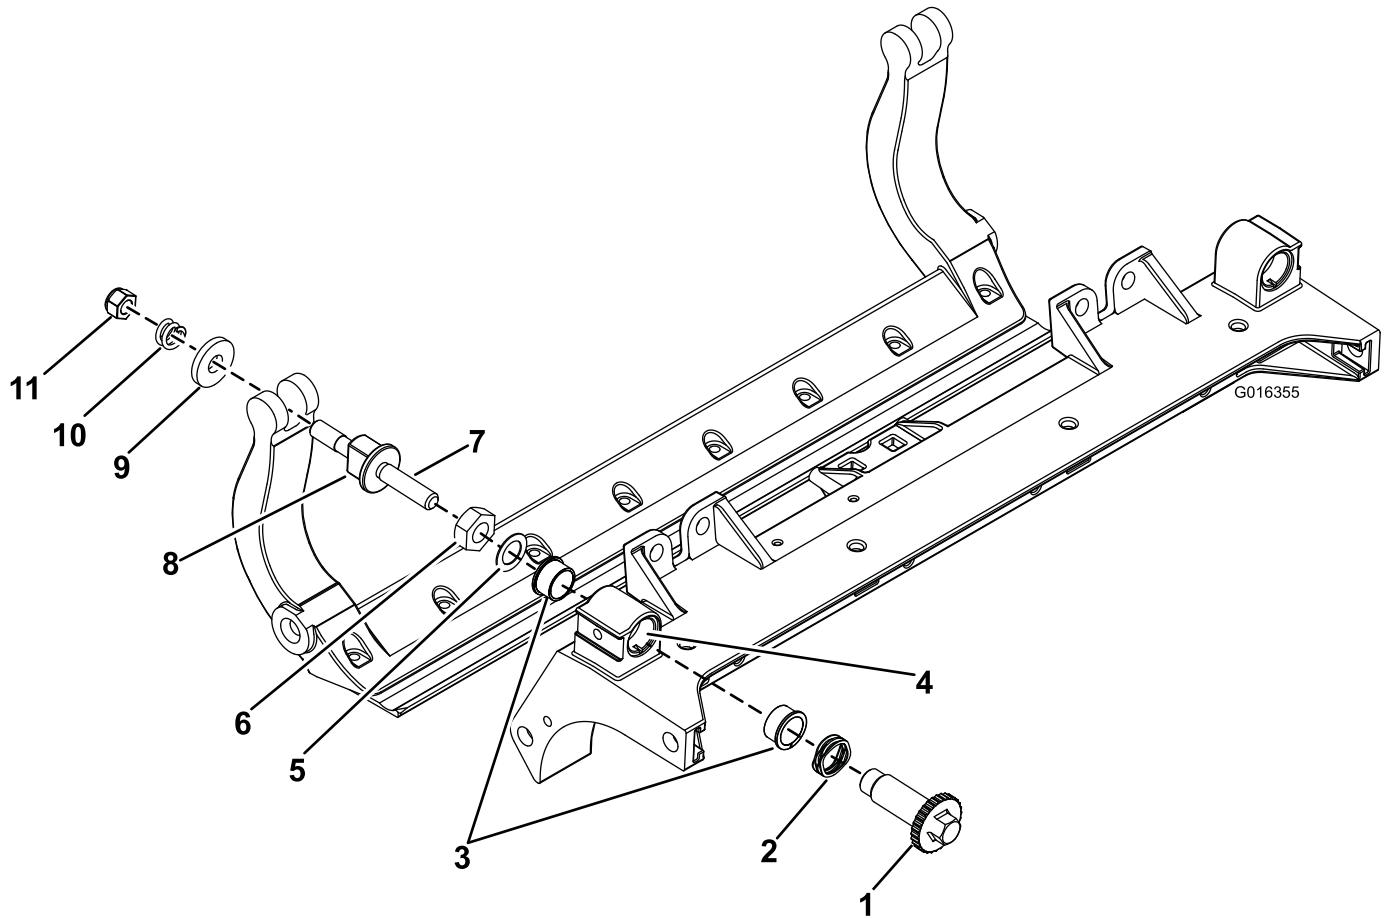

図 33
1. 全部のパーツを取り外すHD DPA キットモデル 120-7230の 取り付け要領書および 図 33を参照。
2. カッティングユニットのセンターフレームのブッシュ挿入穴に固着防止コンパウンドを塗布する図 33。
3. フランジブッシュのキーとフレームのキー溝を揃えて、ブッシュを挿入する図 33。
4. アジャスタシャフトにウェーブワッシャを通して、アジャスタシャフトをカッティングユニットのフレームのフランジブッシュに通す図 33。
5. 平ワッシャとロックナットでアジャスタシャフトを固定する図 33。ロックナットを 2027 Nm $2.12.6\text{ kg}\cdot\text{m}$ = 1520 ft-lb にトルク締めする。
- B. その外側からスチール製ワッシャを取り付ける図 33。